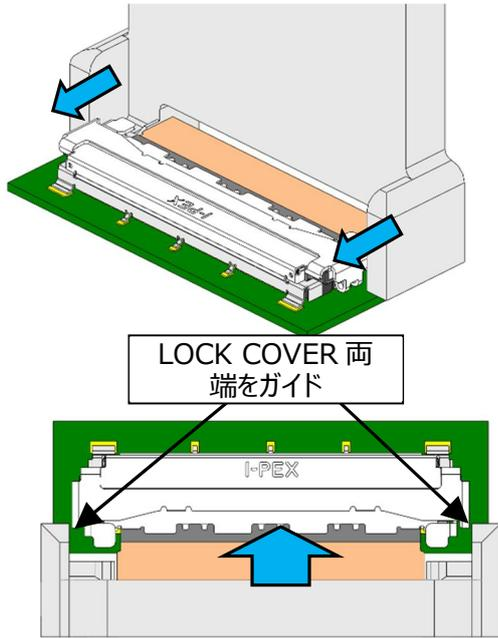

Fig.14-1
- ① LOCK 解除 JIG を Fig.14-1 の様に LOCK COVER 両端にガイドさせ、LOCK レバー下部に JIG 操作部をセットする。
- ② JIG セットが問題無ければ、解除 JIG を上に引き上げることで LOCK が解除されます。
NG 状態になった場合は、Fig.14-1 の状態から作業をやり直してください。